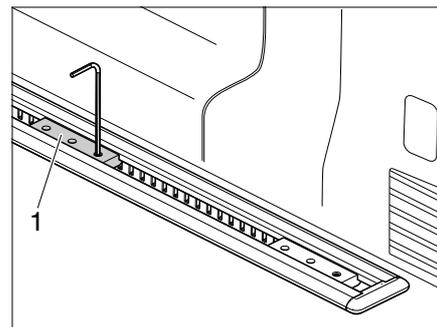

Bild 27 Nutenstein ausbauen
- Innensechskantschraube des **vorderen** Nutensteins (Bild 27,1) abschrauben und Nutenstein aus der Schiene nehmen. Der hintere Nutenstein braucht nicht ausgebaut werden.